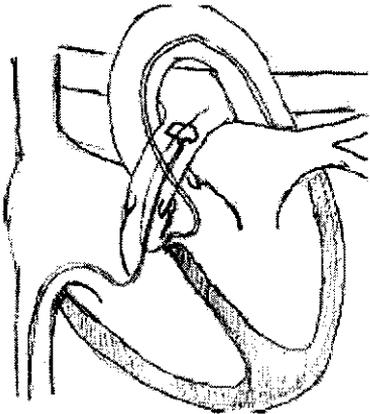

Fig. 05: Enlazado del hilo
- (Fig. 05) A continuación, inserte el bucle Multi-Snare por la vena, enlace el hilo guía situado en la arteria pulmonar o la vena cava, y sáquelo por el acceso en la vena femoral derecha. Así se crea una férula con el hilo guía arteriovenoso.